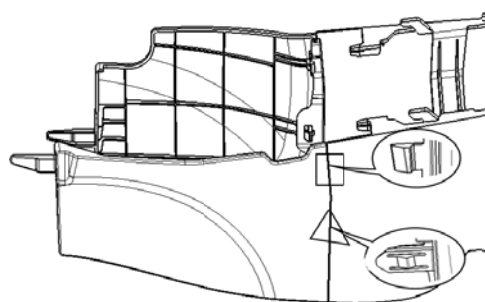

图 1.6.4 左前护板总成的拆卸
- (1) 用右手用力顶着副仪表板本体，左手把在左前护板上沿用力往外拉，使如图1.6.4所示的两个安装卡脚全部脱离，然后往后抽出盖板。如图1.6.4所示（右前护板总成的拆装与左前护板总成同样）。
- (2) 安装：先把左前护板前端卡脚卡入空调箱体配合孔，然后使左前护板后部两个卡脚与相对的副仪表板本体上的安装孔对准，用合适的力使卡扣安装紧凑，确保安装外观。